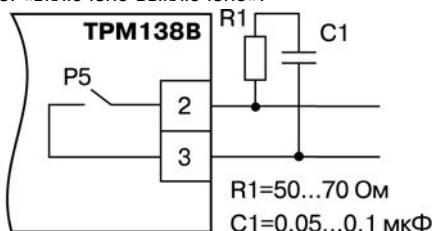

Рисунок 3.13 – Шунтирование контактов реле при работе с индуктивными нагрузками
3.2.6.3 В приборах модификации ТРМ 138В-Р в качестве выходных устройств используются **электромагнитные реле**, нормально открытые контакты которых выведены на внешние соединительные клеммы. Для увеличения срока службы реле их контакты (особенно при коммутации нагрузок индуктивного характера) рекомендуется шунтировать искрогасящими ВС-цеплями (рисунок 3.13).